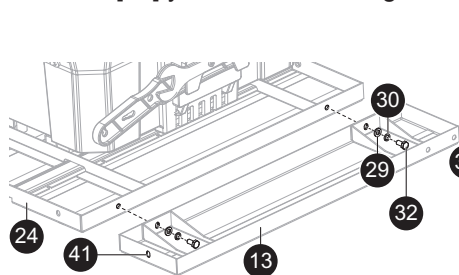

Fig. 1b
- > Acople las extensiones izquierda/derecha de la mesa [13,2] a la mesa de trabajo [24] utilizando las arandelas planas 6 [29], las arandelas de presión 6 [30] y los pernos hexagonales M6 x 16 [32]. (Fig. 1b-1c)